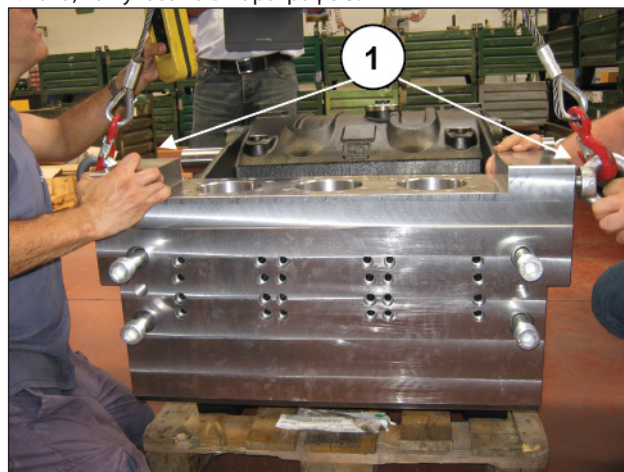
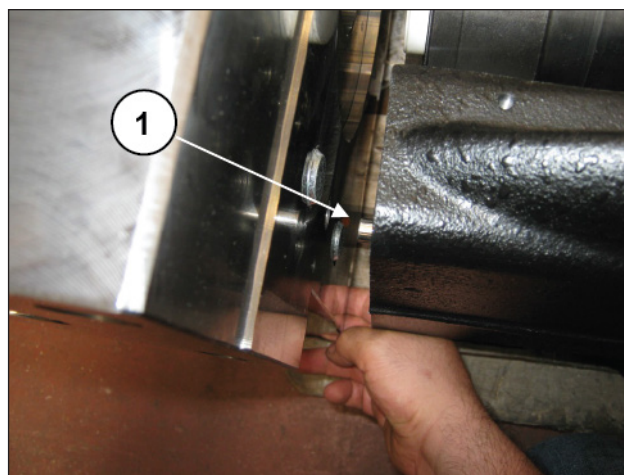

Рис. 192
Рис. 193
Установите два рым-болта M24 в крепежные отверстия фланца нагнетания (поз. ①, Рис. 192), а затем установите головку обратно на передний картер, следя за тем, чтобы не повредить на нем установочные штифты (поз. ①, Рис. 193), и закрепите ее с помощью 4 винтов M24. Откалибруйте винты M24 с помощью динамометрического ключа, как указано в параграфе 3.